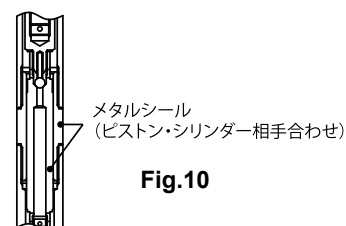

Fig.10
- 9) 各部品を洗浄・点検し、キズや摩耗などがあれば新品と交換してください。特に、ピストン、プランジャーロッドはメタルシール機構のため、キズや遍摩耗などがあるとシール性が悪く、リークによる圧力低下や、吐出量が減少しますので交換する必要があります。ピストンとシリンダーは相手合わせの一对となっているため、セットで交換してください。(Fig.10)